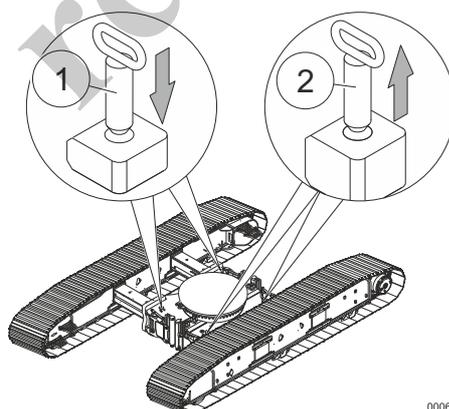

Fig. 158 Extracción de los pernos del lado izquierdo
- 6 Inserte ambos pernos (1, Fig. 158) en el lado derecho del tren de rodaje.
- 7 Extraiga completamente los dos pernos (2, Fig. 158) en el lado izquierdo del tren de rodaje y colóquelos en el contenedor.